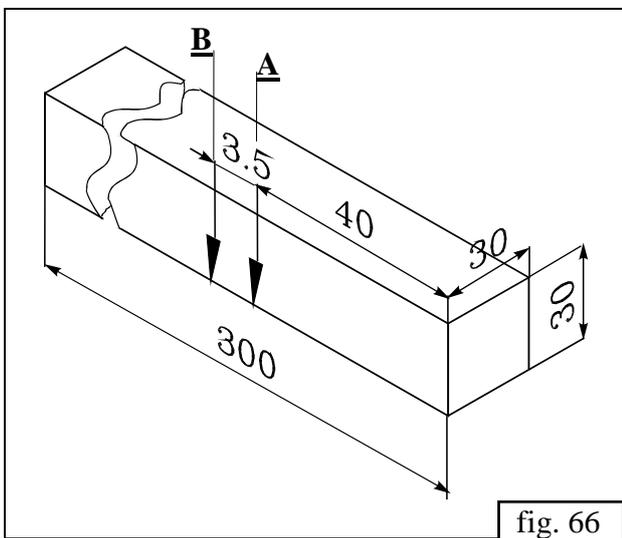

fig. 66
Ce réglage peut être fait avec un calibre réalisé par vous mKmes (fig. 66).
- ↓ Le calibre de réglage (fig. 66), réalisé en arbre dur, se positionne sur la table de sortie **C** contre la vis de serrage.